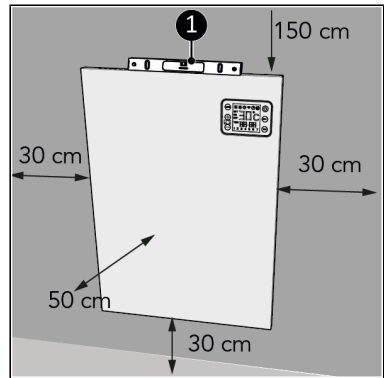

Abbildung 39.
1. Stellen Sie das Gerät an eine nicht brennbare und feste Wand. Verwenden Sie beim Aufstellen des Geräts eine Wasserwaage (Abbildung 39, pos. 1).
2. Platzieren Sie das Gerät mit einem Mindestabstand (Abbildung 39) von: